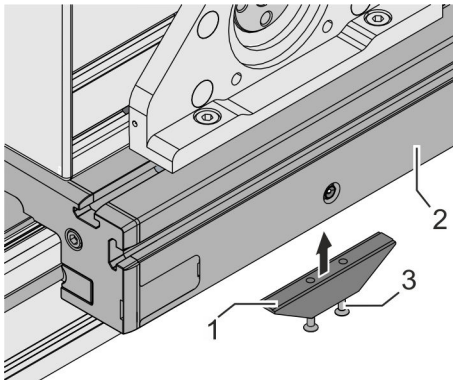

Abb. 37: Betätiger montieren
1. ➔ Betätiger (Abb. 37/1) in Höhe der Bohrungen unterhalb des Führungsschlittens (Abb. 37/2) aufsetzen.
2. ➔ 2 Schrauben (Abb. 37/3) festziehen: